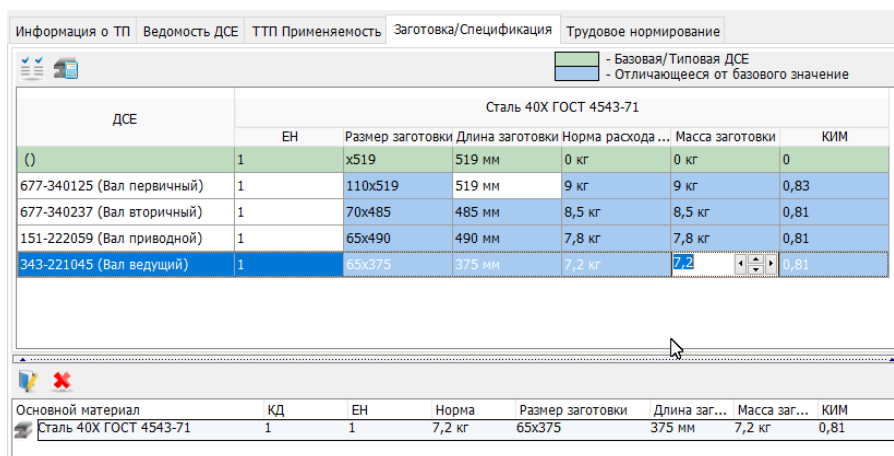

Рис. 4.58. Настройка размеров заготовок для ДСЕ
- В верхней части вкладки введите размеры заготовки для каждого изделия (Рис. 4.58) или проставьте количество компонентов для каждой сборочной единицы (Рис. 4.59).